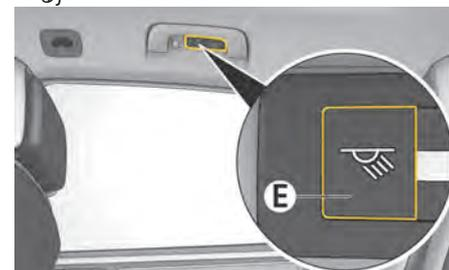

図. 33 読書灯の操作
- ▶ 該当するドアの上のボタンE(図. 33)を押します。